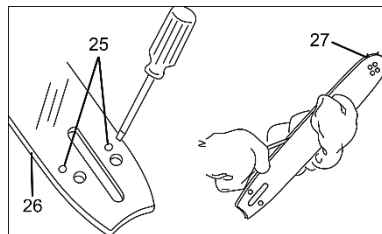

Рисунок 5
- Перевірте, щоб канал для оливи (25, рисунок 5) та направляючі на напрямній шині (26, рисунок 5) не були засмічені. При необхідності прочистіть їх.
- Перевірте, чи вільно обертається зірочка (27, рисунок 5) на вістрі напрямної шини. Якщо після виконання всіх зазначених вище заходів робота системи змащення не відновилася, слід звернутися до фірмового сервісного центру TM WORCRAFT.